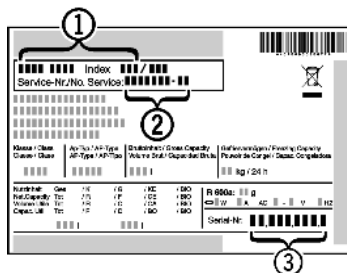

Fig. 55
- ▶ Считать обозначение устройства *Fig. 55 (1)*, сервисный номер *Fig. 55 (2)* и серийный номер *Fig. 55 (3)* с заводской таблички. Заводская табличка находится внутри устройства слева.